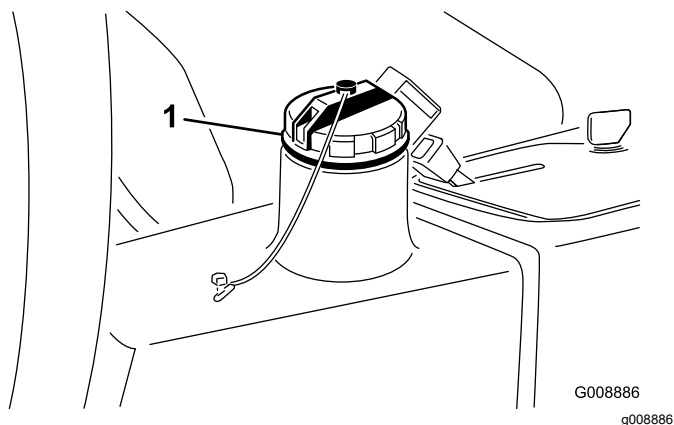

Figura 76
2. Limpie la zona alrededor del cuello de llenado y el tapón del depósito hidráulico (Figura 76).